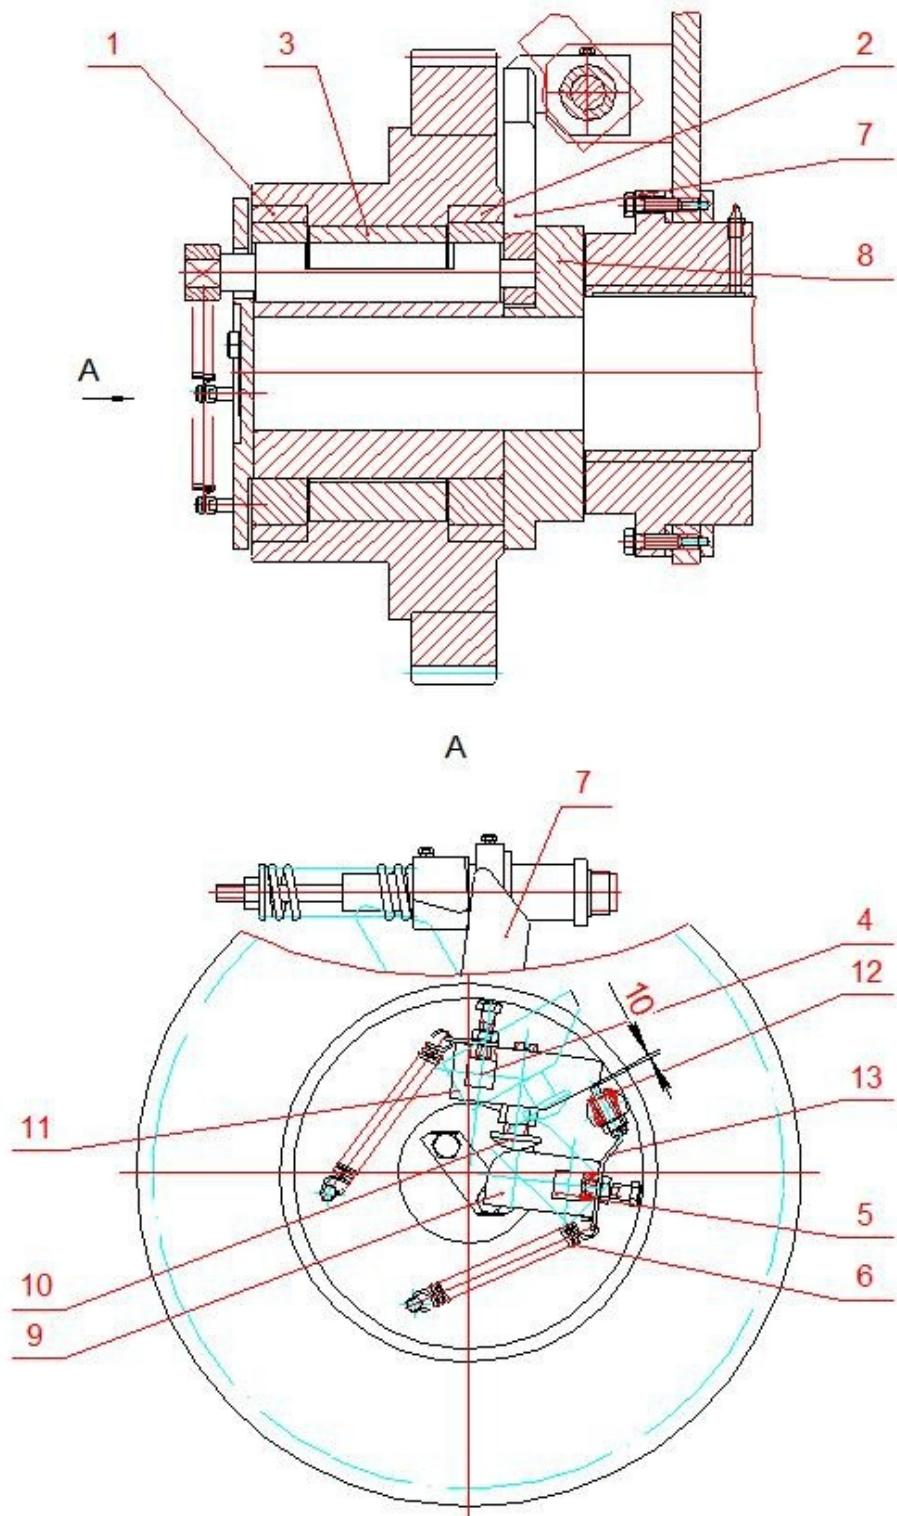

Рис.7 Муфта включения.
**1.4.4 Шпоночная муфта включения** (рис.7) смонтирована в ступице зубчатого колеса, сидящего на правом конце эксцентрикового вала. Со ступицей зубчатого колеса неподвижно связаны антифрикционные втулки 1, 2 и втулка включения 3, остальные детали соединены с валом. Поворотные шпонки 4 и 5 под воздействием пружин 6, поворачиваются и захватываются полукруглыми пазами втулки включения 3. От поворота их удерживает хвостовик рабочей шпонки 7, который упирается в упор механизма управления. От обратного проворота их удерживает винт 12, он же является и регулировочным, в который упирается рычаг рабочей шпонки 11 при обратном ходе механизма включения. Винтом 10, закрепленным на рычаге рабочей шпонки, обеспечивается регулировка и возможность движения рычага запорной шпонки 9. Движение рычага 9 также осуществляется с помощью пружины 6, закрепленной через зацеп 13. Включение механизма происходит при повороте упора механизма управления по команде от электропедали. Освобождая хвостовик 7, шпонки под действием пружин поворачиваются, соединяя этим самым зубчатое колесо с эксцентриковым валом. При включении и выключении шпонок угол поворота последних ограничивается пазом ведущей втулки 8.